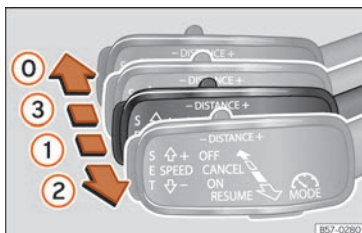

**Fig. 237** A sinistra del piantone dello sterzo: terza leva per utilizzare il sistema di regolazione automatica della velocità.
» **fig. 237** o premere il tasto **SET** rispettivamente.
- Per attivare l'ACC, con la terza leva situata in posizione ①, occorre premere il tasto **SET** o collocare la terza leva dell'ACC in posizione ② » **fig. 237**. In questo momento, l'immagine dell'ACC sul display del quadro strumenti passerà alla modalità *Attiva* » **fig. 235**.
Per scollegare l'ACC, collocare la leva in posizione ③ » **fig. 237** fino all'arresto. In questo momento compare il testo **ACC disattivato** e la funzione è completamente disattivata.
Se non si desidera scollegare l'ACC, ma solo disattivarlo temporaneamente (Standby), collocare la terza leva in posizione ③ » **fig. 237** o premere il pedale del freno.